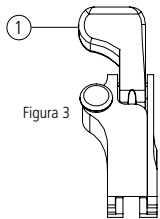

Figura 3
- A alavanca (1) deve ficar posicionada para cima, conforme está ilustrado na Figura 3.